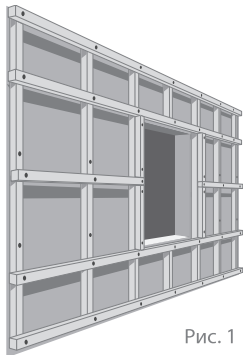
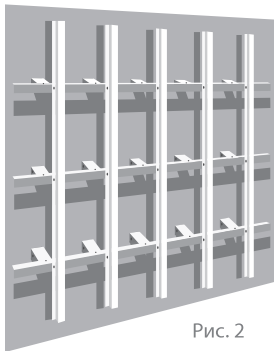

Рис. 1
Рис. 2
- ▶ Возведение обрешетки – деревянной или металлической. Обрешетка для вертикальной укладки панелей (GL M2) возводится горизонтально (рис. 1), для горизонтальной укладки панелей (профнастил, GL корабельная доска) – вертикально (рис. 2). Шаг обрешетки – от 400 мм до 1000 мм, в зависимости от конструкции здания и типа панелей. В местах проемов выполняется сплошная обрешетка.
рис. 1а
рис. 1б
рис. 1в
Крюки устанавливаются на стропила или карнизную доску с шагом 600-900 мм. Длинные крюки монтируются до укладки кровельного материала (рис. 1а, 1б), короткие – до и после. Количество крюков рассчитывается по формуле: $n=L:b$, где L – расстояние между первым и последним крюком, b – расстояние между крюками. Следует учесть крюки, которые обязательно устанавливаются на концах желоба, в местах стыка желобов между собой и с углами желоба.
Для лучшего стока воды по желобу в сторону воронки необходим уклон желоба не менее 5 мм на погонный метр. Для этого крюки устанавливаются с вертикальным смещением: $h=0,005 \times L$, где L – расстояние между первым и последним крюком. Перед установкой разметьте крюки с учетом вертикального смещения (рис. 1в). Не забудьте учесть горизонтальность карниза. Устанавливайте крюки так, чтобы линия продления уклона крыши попадала примерно в центр желоба.
рис. 2а
рис. 2б
Расстояние от верхнего края желоба до выреза должно быть не менее 15 мм (рис. 2а).
Для полукруглого желоба рекомендуемое расстояние между торцом желоба и воронкой – 150 мм. Наденьте воронку на желоб, закрепив завальцованной стороной в замке на внешней стороне желоба и отогните фиксаторы воронки внутрь желоба (рис. 2б).